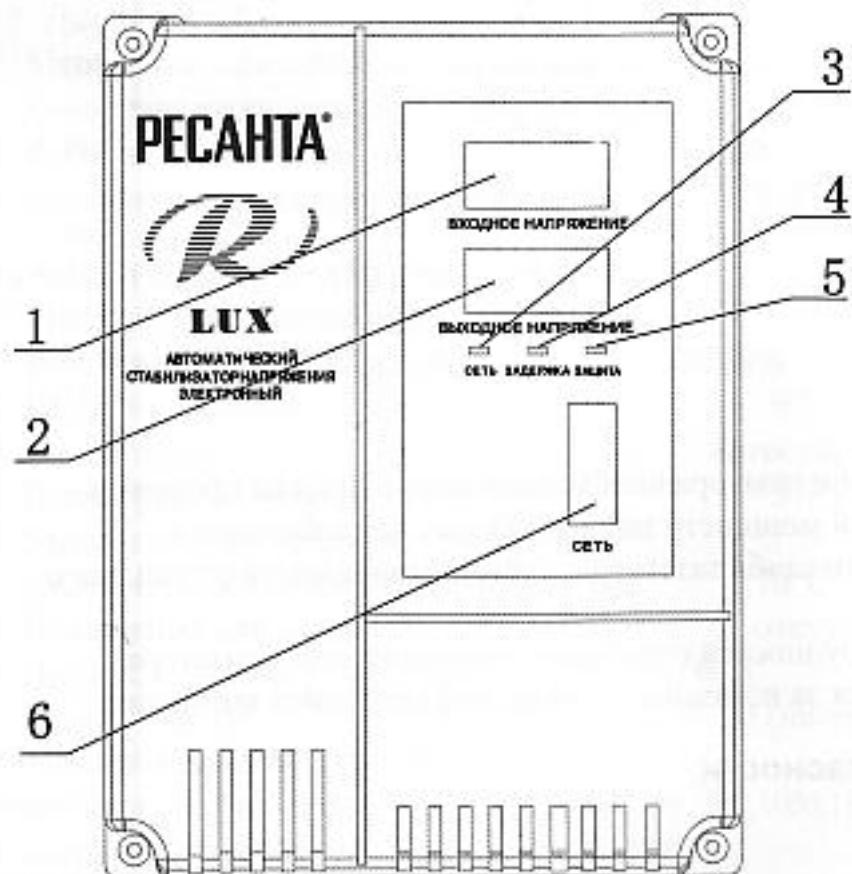

РИС. 2
- Убедиться в том, что выключатель (рис. 2, поз. 7) находится в положении «выкл».
- Перевести выключатель (рис. 2, поз. 7) в положение «вкл» на 10 секунд.
- Дисплей (рис. 2, поз. 2) должен показывать 220 В при работе стабилизатора в штатном режиме.
- Перевести выключатель (рис. 2, поз. 7) в положение «выкл».
- Установить выключатель (рис. 2, поз. 7) в положение «вкл».
1. Не горит индикатор «сеть»	1. Вилка на включена в розетку 2. Проверить, включен ли выключатель (рис. 2, поз. 7) 3. Проверить предохранитель